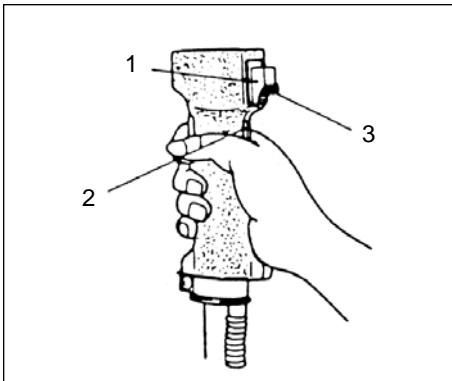

Fig.2-2
### Start (Fig. 2-2, 2B)
1. Sett tenningsbryteren (1) i posisjon ON (PÅ). (Fig. 2-2, 2B)